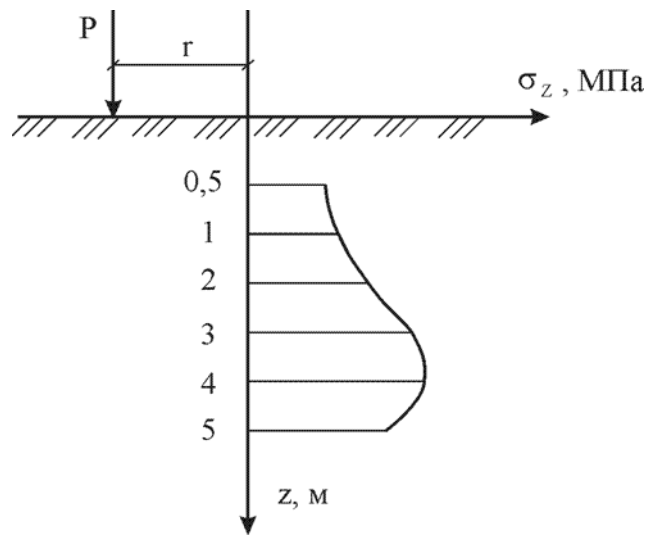

Рис.2
2. На поверхность массива грунта приложена сосредоточенная сила P . Определить значения вертикальных сжимающих напряжений σ_z в точках, расположенных по вертикальной оси на глубине $z=1, 2, 3, 4$ и 5 м от поверхности грунта и удаленных от линии действия силы P на расстояние r . Построить эпюру этих напряжений (рис. 2).